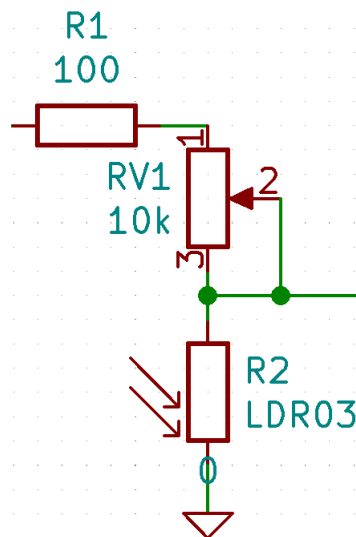

Figura 1: Circuito de resistivo.
1. Conectar una resistencia de 100Ω a un potenciómetro de $10K\Omega$ y el potenciómetro a el LDR o foto-resistencia como se muestra en la figura 1.